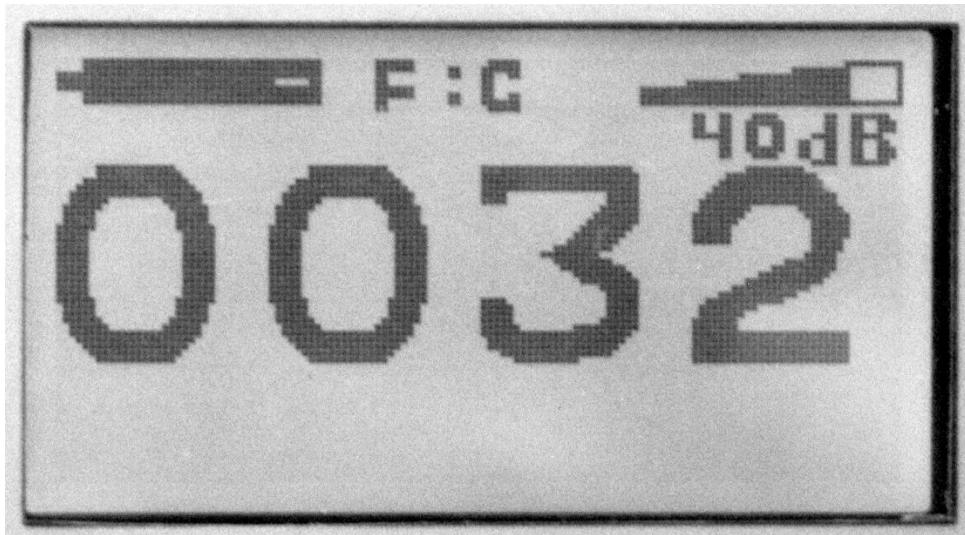

Рис.9. Пример экрана в режиме измерения уровня вибрации (32) грунта
1.4.6. На рис.9 представлен пример экрана в режиме измерения уровня вибрации грунта. Отображается выбранный фильтр (F:C), усиление в датчике (40дБ), уровень вибрации (32), пиктограмма уровня громкости.